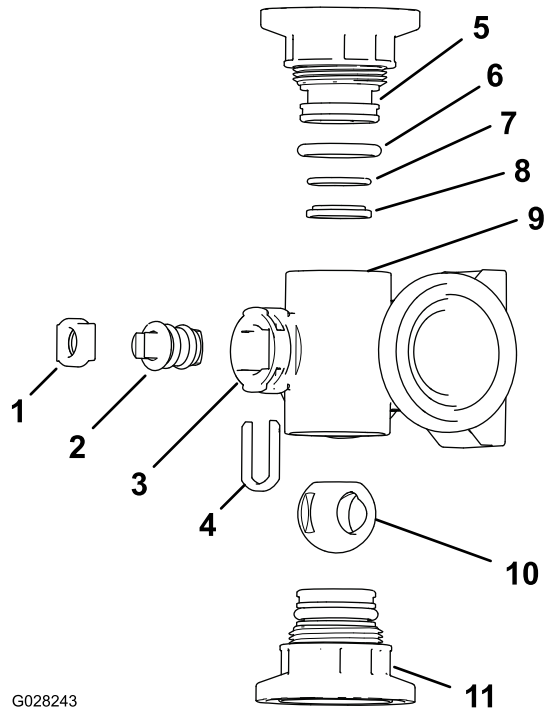
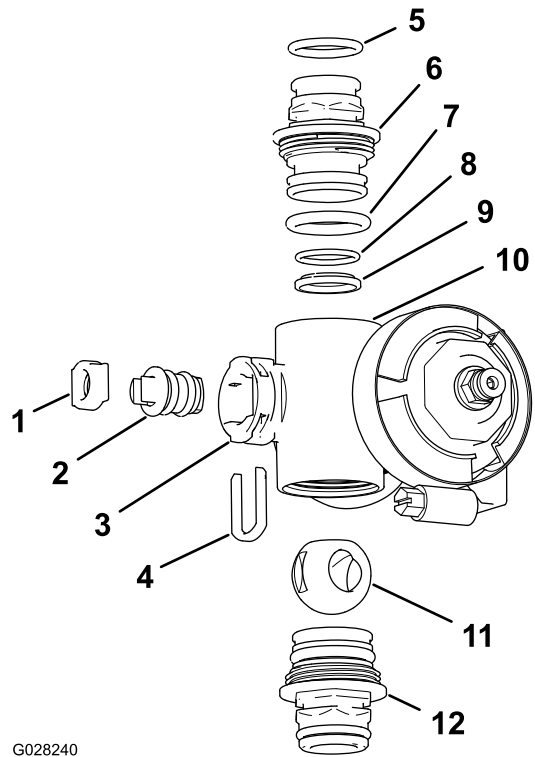

Bild 114
Bild 115
2. Nehmen Sie die zwei Endkappen-Anschlussstücke von jedem Ende des Verteilergehäuses ab (Bild 114 und Bild 115).
4. Nehmen Sie den Schafthalter aus den Schlitzen im Schaftanschluss im Verteiler heraus (Bild 114 und Bild 115).
5. Nehmen Sie den Schafthalter und den Ventilschaftsockel aus dem Verteiler heraus (Bild 114 und Bild 115).
6. Fassen Sie in das Verteilergehäuse und nehmen Sie den Ventilschaft heraus (Bild 114 und Bild 115).
1. Überprüfen Sie den Zustand der O-Ringe des Auslaufanschlusstücks (nur Abschnittventilverteiler), der Endkappen-O-Ringe, der hinteren O-Ringe und den Kugelsockel auf Beschädigungen oder Abnutzung (Bild 114 und Bild 115).
2. Tragen Sie Silikonfett auf den Ventilschaft auf und setzen ihn in den Ventilschaftsockel (Bild 114 und Bild 115) ein.
3. Setzen Sie den Ventilschaft und den Sockel in den Verteiler und befestigen Sie den Schaft und den Sockel mit dem Schafthalter (Bild 114 und Bild 115).
4. Stellen Sie sicher, dass die hinteren O-Ringe und der Kugelsockel ausgefluchtet sind und im Endkappen-Anschlussstück sitzen (Bild 114 und Bild 115).
5. Bringen Sie das Endkappen-Anschlussstück am Verteilergehäuse an, bis der Flansch des Endkappen-Anschlussstücks das Verteilergehäuse berührt, drehen Sie dann das Endkappen-Anschlussstück um eine weitere Achtel- bis Viertelumdrehung (Bild 114 und Bild 115).